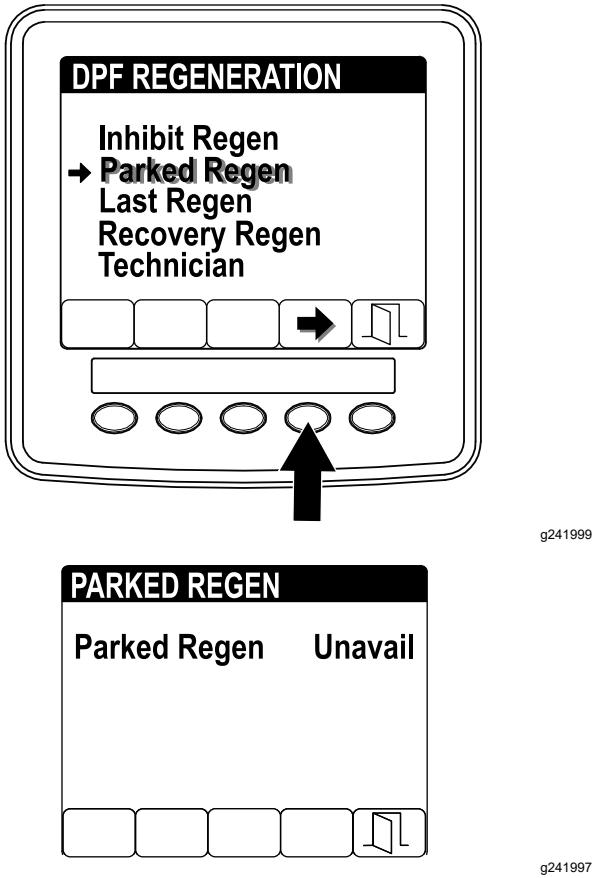

Figure 52
- Si le calculateur moteur demande une régénération d'urgence, ou est en train d'en exécuter une, et que vous sélectionnez l'option PARKED REGEN (régénération en stationnement) (Figure 52), l'écran Parked Regen se verrouille (indisponible).